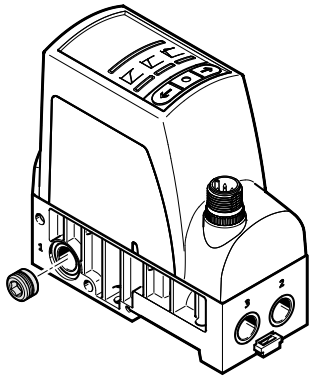

Fig. 5 Вкручивание запорного винта
1. Вкрутите запорный винт в канал (1) выбранного регулятора → Fig.5.